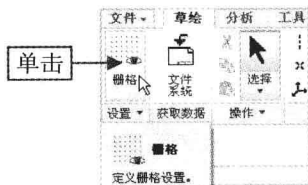

图 2-5 单击“栅格”按钮
Step 01 在“功能区”选项板的“草绘”选项卡中，单击“设置”面板中的“栅格”按钮，如图 2-5 所示，弹出“栅格设置”对话框，在“栅格间距”选项区中选中“静态”单选按钮。